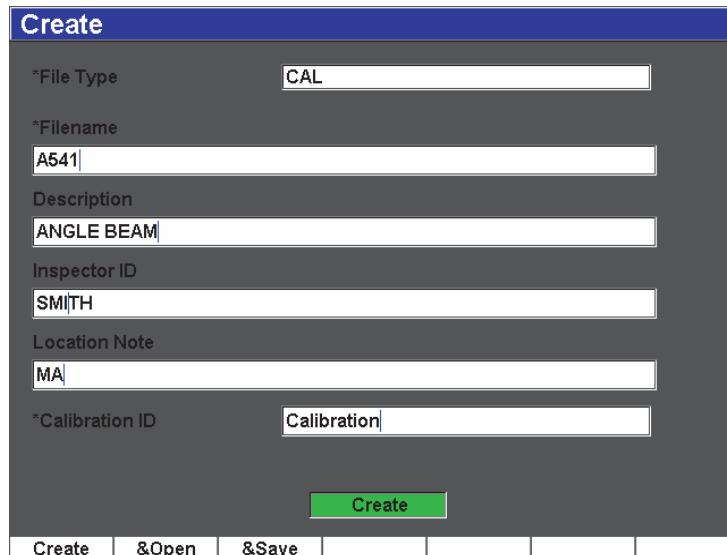

Рис. 11-9 Меню настройки Create (Создать)
- Выберите **File > Create** (Файл < Создать), чтобы открыть меню настройки **Create** (см. Рис. 11-9 на стр. 217). Обратите внимание на то, что нужные файлы в меню настройки **Create** помечены звездочкой (*).